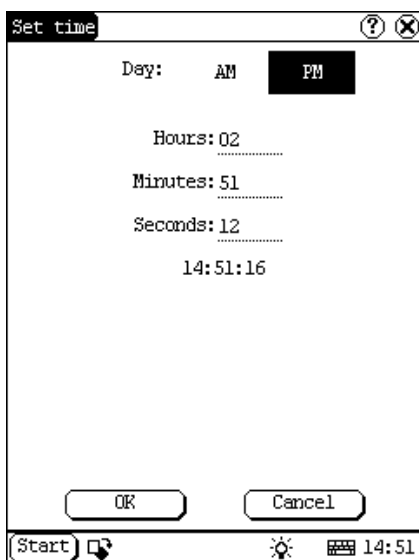

Abb. 4-39
- 2) Auf dem Datum-/Uhrzeit-Interface klicken Sie auf [Zeiteinstellung], um das Interface der Zeiteinstellung zu öffnen, wie in Abb. 4-39 gezeigt.